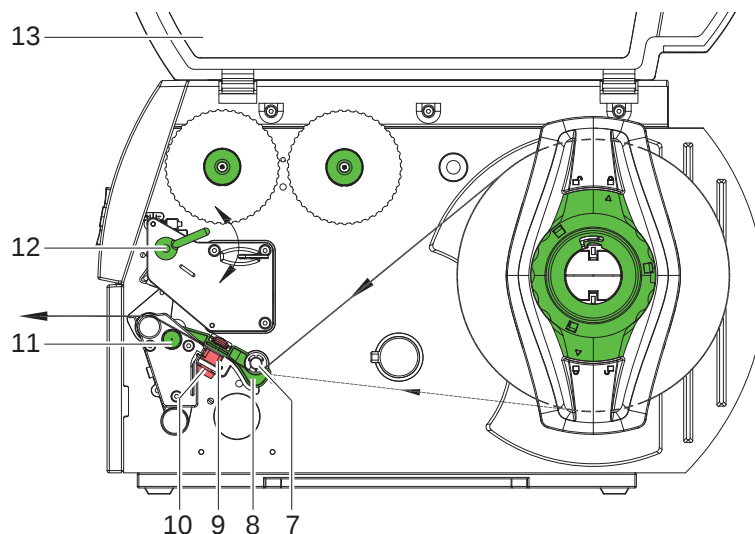

Fig. 7 Materialets løb
- Løsne riflet knap (10, Fig. 7) let og positioner etiketfotocellen ved at skyde den riflede knap, så sensoren kan registrere etiketmellemlum eller et refleksmærke eller en udstansning.
- Indstil sensor med grebet (3) på etikettens forreste kant i papirets løberetning.
- Drej armen (12) med uret for at låse printhovedet.